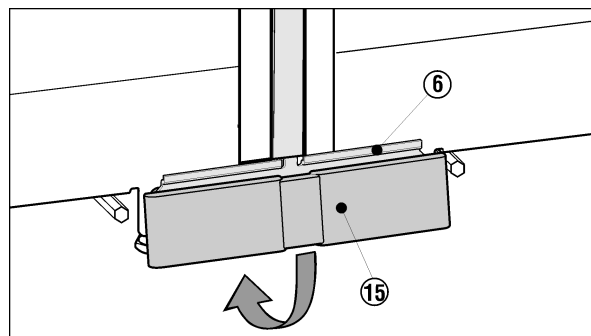

Fig. 10
- ▶ Нижнюю крышку Fig. 10 (15) из комплекта установите сверху на крепежный уголок Fig. 10 (6) и зафиксируйте снизу.